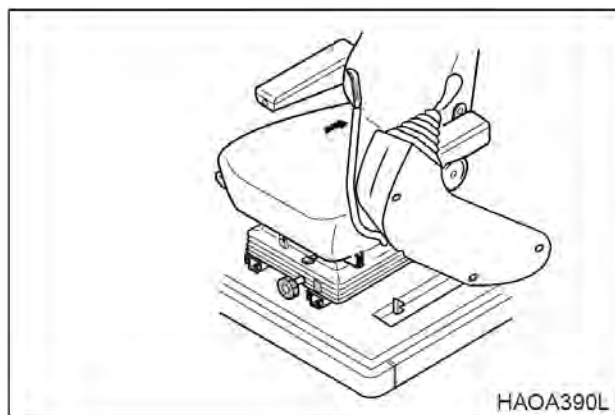

Рис. 88
Покидая машину, необходимо установить рычаг блокировки безопасности в положение блокировки (**LOCK**), рис. 88, в противном случае в результате случайного перемещения рабочих рычагов может произойти серьезная авария.
2. Установить рычаг безопасности в заблокированное положение (**LOCK**), рис. 88.